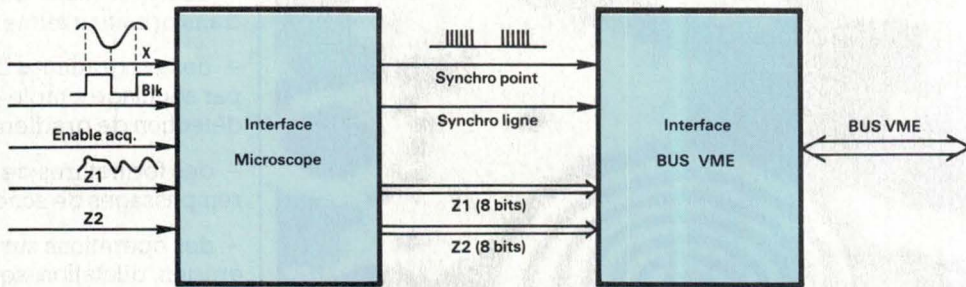

Fig. 4. - Bloc diagramme du couplage au microscope acoustique.
- Un interface au bus VME. Pour cela, on utilise la carte DSSEWRAP décrite dans le couplage de la tablette, en connectant un second PIA (fig. 4) dont on utilise les deux ports A et B pour Z_1 et Z_2 , les synchro lignes et synchro point attaquant les lignes « d'interruption » CA1 et CA2.